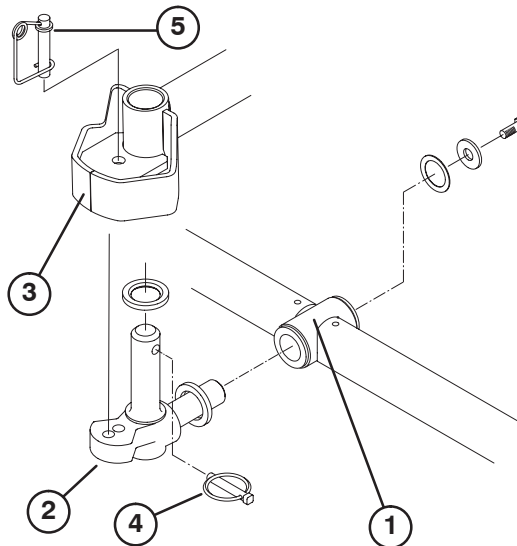

Bild 8
6. Setzen Sie eine Druckscheibe auf die horizontale Welle des Kreuzgelenks, siehe Bild 8.
7. Setzen Sie die horizontale Welle des Kreuzgelenks in das Befestigungsrohr des Trägerschraubs ein (Bild 8).
8. Befestigen Sie das Kreuzgelenk mit einer Druckscheibe, einer flachen Scheibe und einer Bundkopfschraube am Trägerschraub (Bild 8).
9. Setzen Sie eine Druckscheibe auf die vertikale Welle des Kreuzgelenks, siehe Bild 8.
10. Falls die vertikale Welle abgenommen ist, setzen Sie sie auf das Kreuzgelenk in den Gelenkhub des Hubarms ein (Bild 8). Führen Sie das Kreuzgelenk zwischen den beiden Zentrierpuffern aus Gummi in die Unterseite der Lenkplatte des Hubarms ein.
11. Setzen Sie den Klapstecker in das Kreuzloch an der Kreuzgelenkwelle ein (Bild 8).
Hinweis: Wenn Sie eine starre Mähwerkposition wünschen, setzen Sie den Lenkstift in das Befestigungsloch des Kreuzgelenks (Bild 8). Haken Sie den Federdraht unten um den Lenkstift.